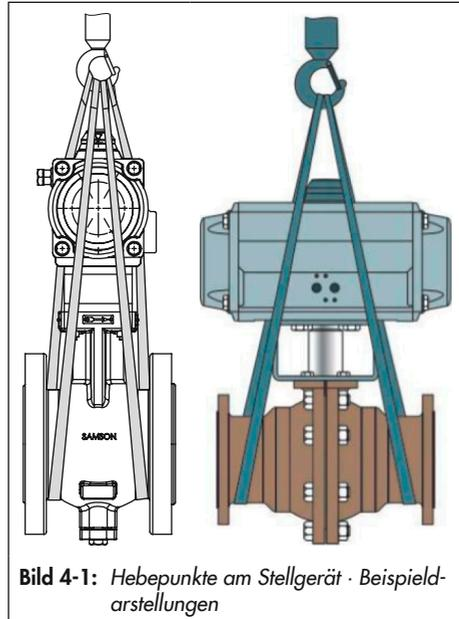

Bild 4-1: Hebepunkte am Stellgerät · Beispielanstellungen
- Als Tragmittel einen Haken mit Sicherheitsverschluss verwenden (vgl. Bild 4-1), damit die Anschlagmittel beim Heben und Transportieren nicht vom Haken rutschen können.
1. Je eine Hebeschlinge an den Flanschen des Gehäuses und am Tragmittel (z. B. Haken) des Krans oder Gabelstaplers anschlagen, vgl. Bild 4-1.